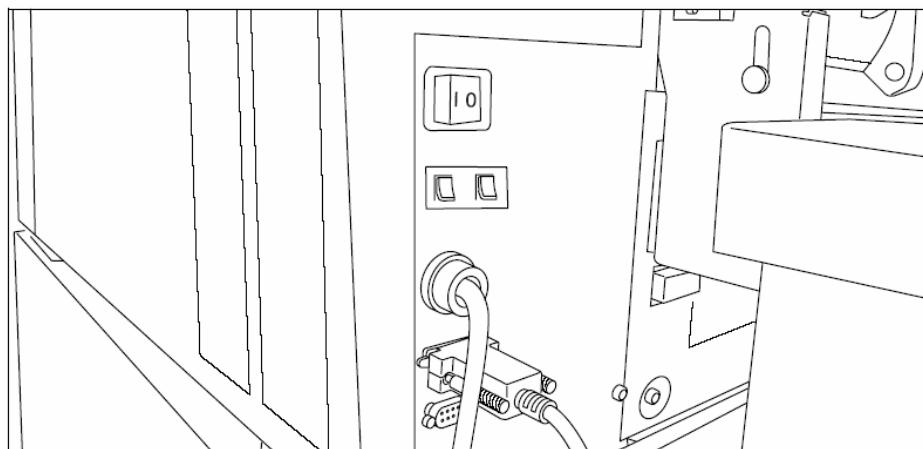

Рисунок 2. Выключатель On/off (Вкл/Выкл) на плоттере
1. Установите выключатель On/off на задней стенке плоттера в положение «1» (смотрите рисунок 2).